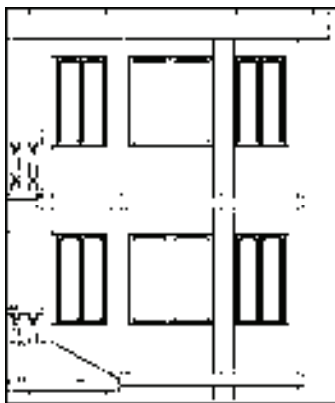

图 13-197 修剪线段
6) 调用“延伸”命令，延伸线段；调用“修剪”命令，修剪线段，结果如图 13-197 所示。